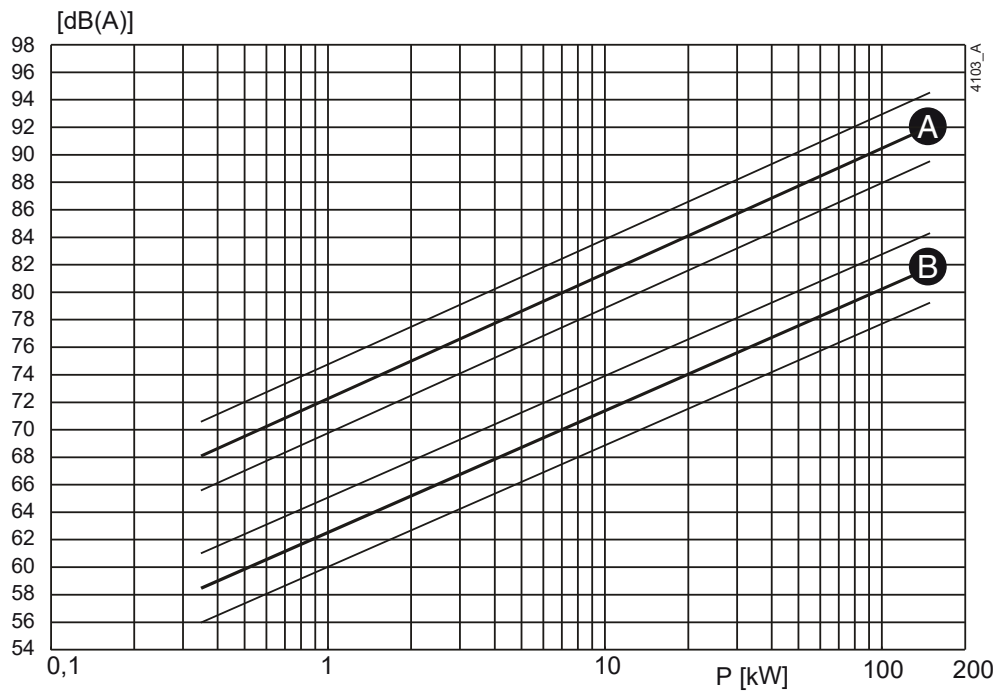
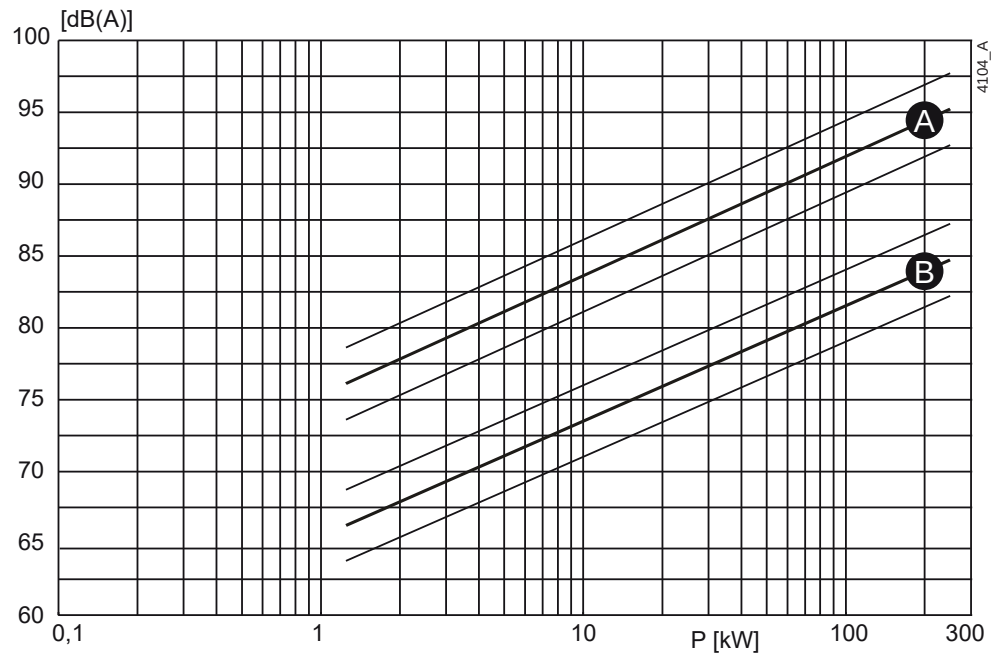

Figura 24: El ruido como función de la capacidad de la bomba [kW] a 1450 min⁻¹
Figura 25: El ruido como función de la capacidad de la bomba [kW] a 2900 min⁻¹
- 1 Para determinar el nivel de ruido (L1) de la bomba, consulte figura 24 o figura 25.